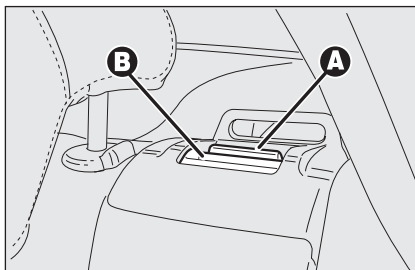

fig. 6
- soulever le levier **A-fig. 6** de retenue du dossier pour déverrouiller respectivement la partie gauche ou droite du dossier et le renverser vers l'avant. Le soulèvement du levier est mis en évidence par une "bande rouge" **B**.
ATTENTION L'attelage correct du dossier est garanti par la disparition de la "bande rouge" **B**-fig. 6 présente à côté des leviers **A** de renversement du dossier. Cette "bande rouge" indique en effet le non attelage du dossier. En ramenant le dossier en position d'utilisation, s'assurer que l'attelage a eu lieu jusqu'à perception du déclic de blocage.